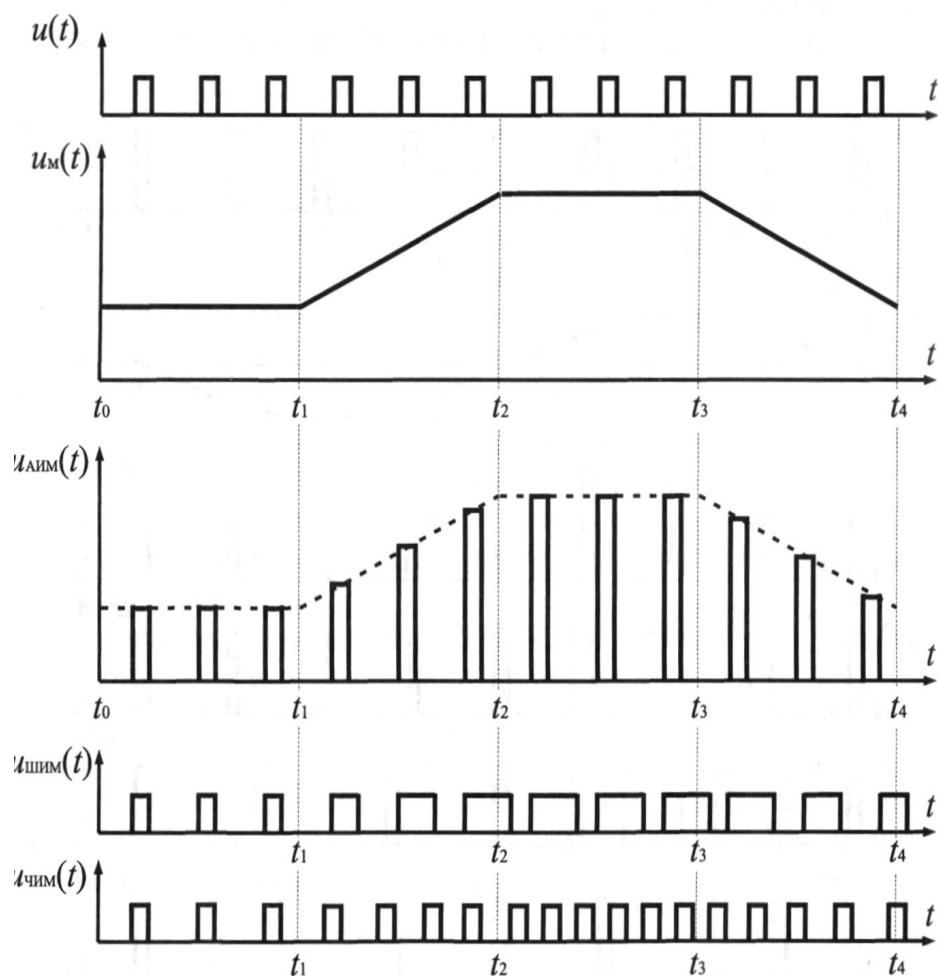

Рис. 41. Построение графиков АИМ-, ШИМ- и ЧИМ-сигналов
1. Постройте периодическую последовательность прямоугольных импульсов одинаковой формы несущего сигнала (на рис. 41 обозначен как $u(t)$).
2. Изобразите модулирующий сигнал, заданный в варианте (на рис. 41 обозначен как $u_M(t)$).
3. Постройте график АИМ-сигнала (на рис. 41 обозначен как $u_{\text{АИМ}}(t)$).
4. Постройте график ШИМ-сигнала (на рис. 41 обозначена как $u_{\text{ШИМ}}(t)$)- При широтно-импульсной модуляции (ШИМ) изменяется длительность (ширина) импульсов *периодической последовательности импульсов* модулированного сигнала.
6. Постройте график ЧИМ-сигнала (на рис. 41 обозначена как $u_{\text{ЧИМ}}(t)$). При частотно-импульсной модуляции (ЧИМ) изменяется частота следования импульсов.